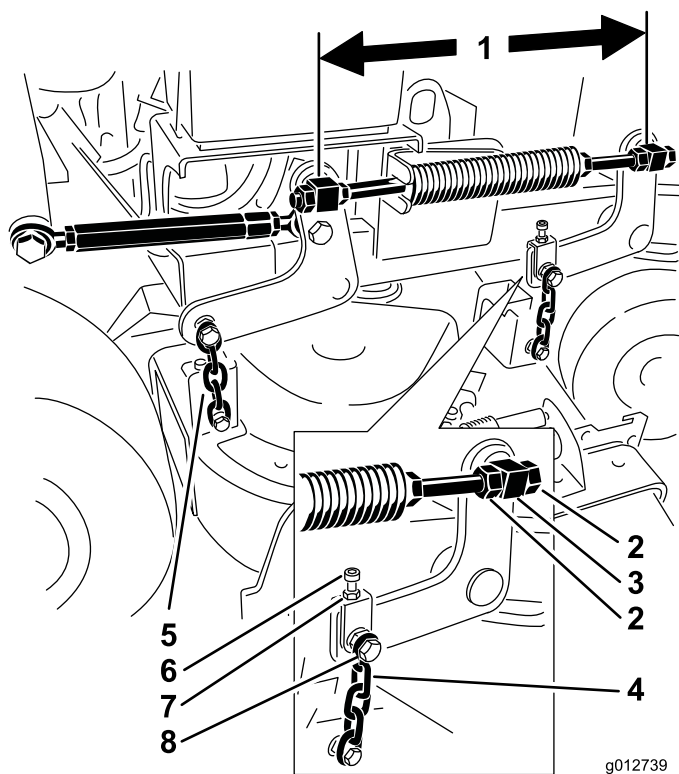

Figura 84
6. Compruebe la distancia entre los pivotes; mida del centro de un pivote al centro del otro (distancia entre centros) en la varilla roscada. Esta distancia debe ser de 49,5 cm para carcasas de corte de 91 cm y de 43,7 cm para carcasas de corte de 102 cm (Figura 84).
9. Utilice las contratuercas del pivote delantero para ajustar la longitud entre los pivotes delantero y trasero en ese lado (Figura 84).
11. Utilice el perno de ajuste para obtener la misma tensión en ambas cadenas delanteras (Figura 84).
5. Afloje la tuerca del perno superior de la cadena y la contratuerca del perno de ajuste (Figura 84).
6. Apriete o afloje el perno de ajuste para obtener una distancia de 6 a 10 mm menos en la parte delantera, en **A**, que en la parte trasera, en **B** (Figura 84).